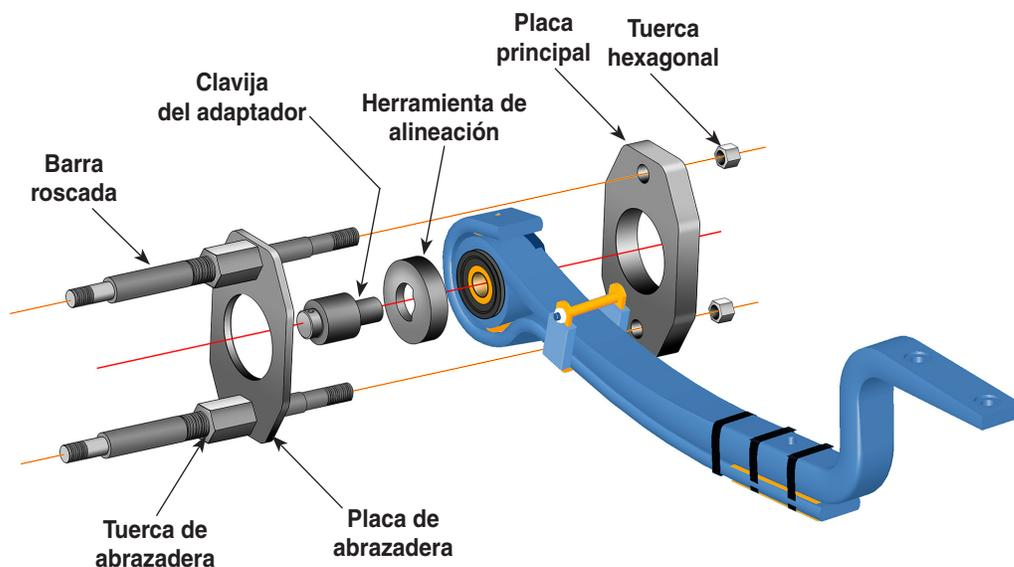

Figura 1
1. Introduzca la *clavija del adaptador* por la *herramienta de alineación* y en el orificio del buje de pivote, según se indica en la Figura 1.